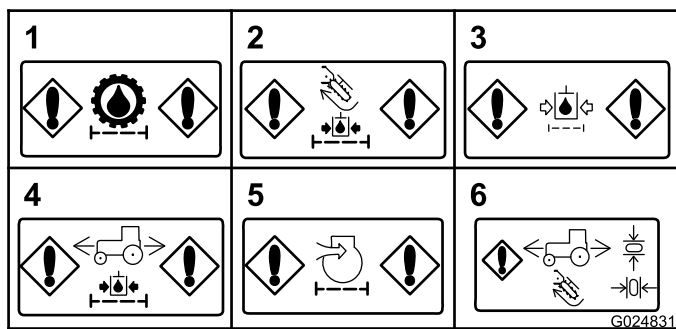

Figure 33
- **Colmatage du filtre de charge hydraulique (transmission)** – Ce message s'affiche en cas de colmatage du filtre de charge hydraulique de la transmission (Figure 33).
- **Colmatage du filtre de charge hydraulique (accessoires)** – Ce message s'affiche en cas de colmatage du filtre de charge du circuit hydraulique des accessoires (Figure 33).
- **Colmatage du filtre de charge hydraulique (moteur de traction)** – Ce message s'affiche en cas de colmatage du filtre de charge du moteur de traction (Figure 33).
- **Colmatage du filtre de retour hydraulique** – Ce message s'affiche en cas de colmatage du filtre de retour hydraulique (Figure 33).
- **Colmatage du filtre à air (moteur)** – Ce message s'affiche si l'entretien du filtre à air est requis (Figure 33).
- **Témoin de retour au point mort** – Ce témoin s'affiche si vous tentez une opération qui exige de ramener le levier au point mort ou la pédale de déplacement en position neutre. Ramenez le levier au point mort ou la pédale de déplacement en position neutre avant de poursuivre (Figure 33).